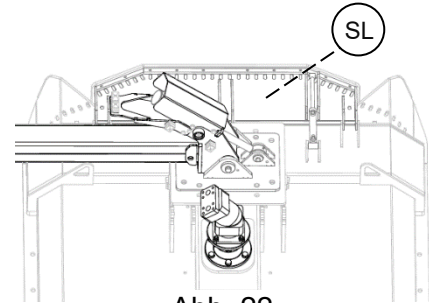

Abb. 22
Die Maschine ist mit einer Serviceklappe (SL) versehen, welche hydraulisch über den doppelwirkenden Hydraulikanschluss des Traktors geöffnet werden kann – siehe Abb. 22. Für Servicearbeiten bei geöffneter Klappe muss der Motor des Traktors abgestellt und die Klappe mechanisch gesichert werden.